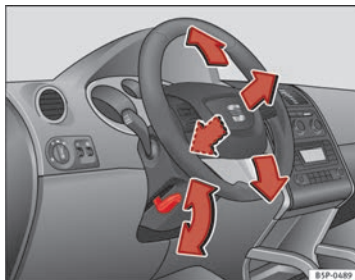

Fig. 132 Regolazione della posizione del volante
- Abbassare la leva $\Rightarrow$ fig. 132 che si trova sotto il piantone dello sterzo $\Rightarrow \triangle$.